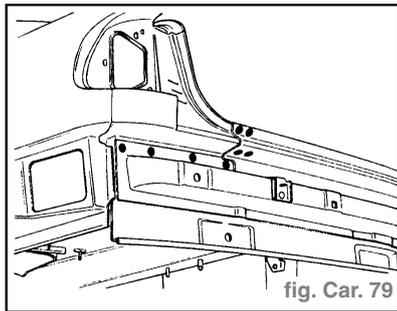

fig. Car. 79
- Liaison avec support de feux (fig. Car. 79)